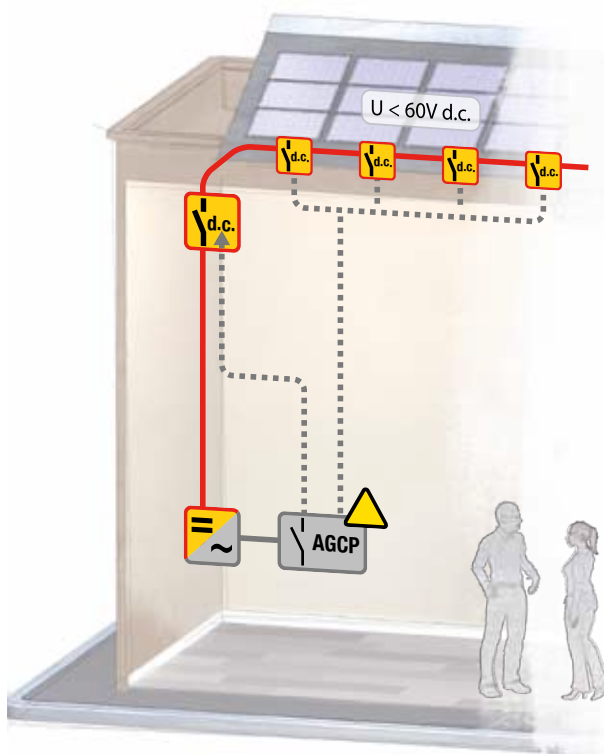

Fig. 35
- **Fractionner le circuit au sein d'une chaîne de modules.** Dans ce cas, plusieurs dispositifs de coupure électromécanique sont insérés dans une chaîne de modules PV pour réaliser des tronçons dans lesquels la tension est inférieure ou égale à 60 V d.c. (voir fig. 35).